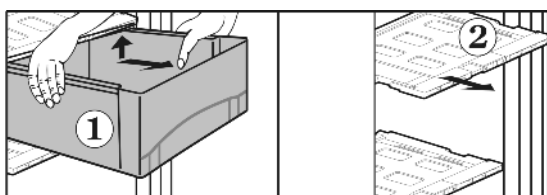

Fig. 26
- Выдвижные ящики Fig. 26 (1) извлеките до упора.
- У снятого выдвижного ящика крышку Fig. 26 (2) с регуля- тором влажности освободите из фиксаторов сверху, из- влеките вперед.